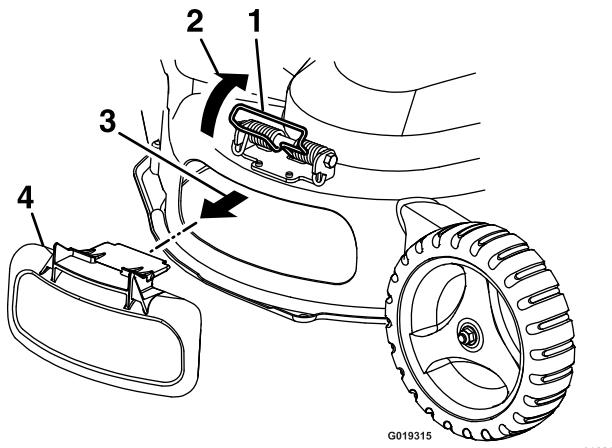

Figura 18
4. Levante y sujeté el muelle de descarga lateral en posición levantada y tire hacia fuera de la puerta de descarga para retirarla (Figura 18).
2. Levante y sujeté el muelle de descarga lateral en posición levantada y tire hacia fuera del deflector de descarga para retirarlo (Figura 18).